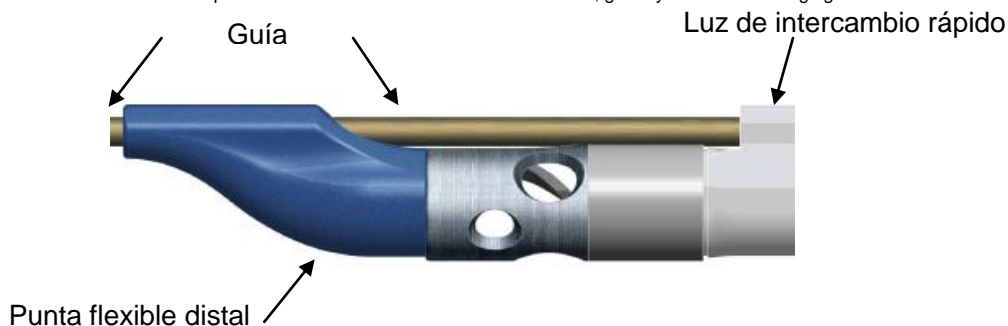

Figura 1
3. Asegure la posición de la guía; inserte la guía a través de la punta flexible distal y la luz de intercambio rápido del catéter ThromCat XT (Figura 1).